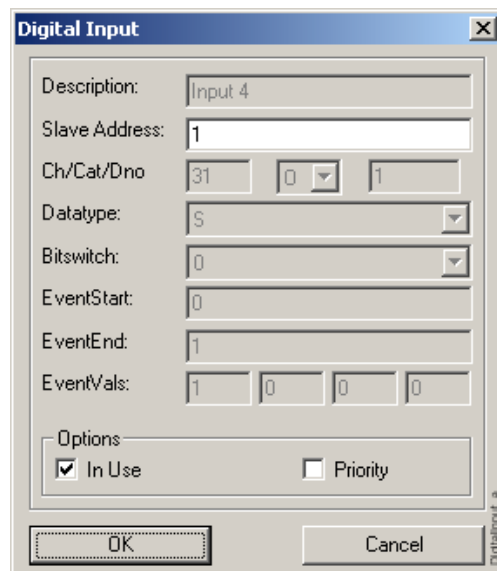

Bild 5.4.8.2.-1 Digital Input -Konfigurationsdialog
2. Ein Dialog wird geöffnet, indem Sie die Einstellungen des spezifischen Signals modifizieren können, sehen Sie Bild 5.4.8.2.-1. Die Felder, die Sie nicht konfigurieren können, sind gedämpft.